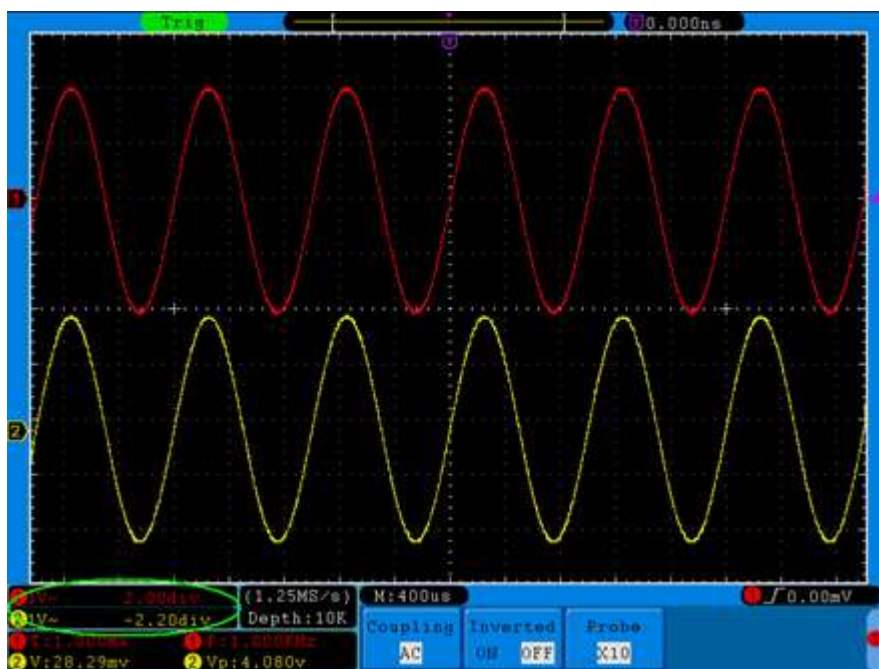

Figura 5-13 Informação sobre a Posição Vertical
3. Quando a posição vertical da forma de onda do canal é ajustada, o valor alterado é exibido no canto inferior esquerdo da tela (veja *Figura 5-13*).